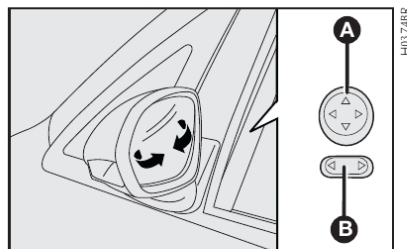

fig. 21
**Com regulagem elétrica - fig. 21**